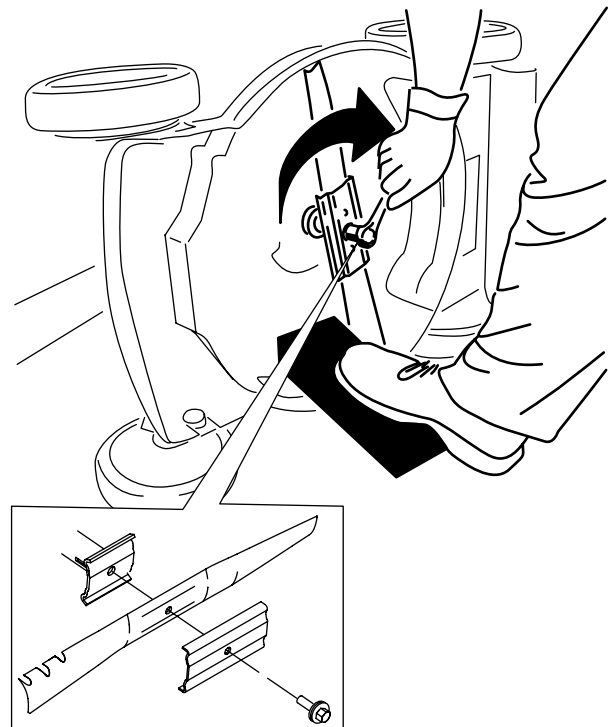

Figura 18
4. Instale la cuchilla nueva y el perno de la cuchilla (Figura 18).